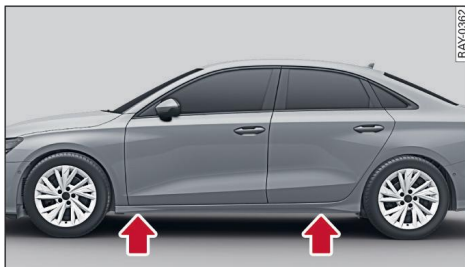

Fig. 199 Estribera: Marcas
- Busque en la talonera la marca más cercana a la rueda que hay que cambiar ⇒ *fig. 199*. Detrás de la marca, en el larguero inferior, hay un punto de alojamiento para el gato.
- Gire la rueda moleteada para elevar el gato hasta debajo del punto de apoyo en el larguero inferior, hasta que su garra ① aloje por completo el pliegue de la carrocería de su vehículo.
- Posicione el gato de modo que su garra ① aloje el pliegue y la placa base ② se apoye plana sobre el suelo. Al hacerlo, la placa base ② debe encontrarse en posición vertical, debajo del punto de apoyo ①.